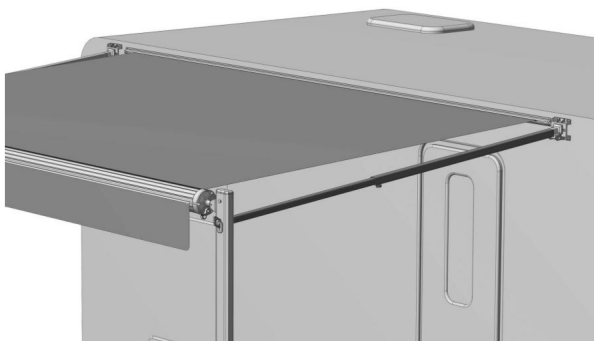

Figura D11
- La tenda è stata aperta. (Figura D11). E puoi inserire il chiodo di terra nelle staffe inferiori, per rendere la tenda più stabile.